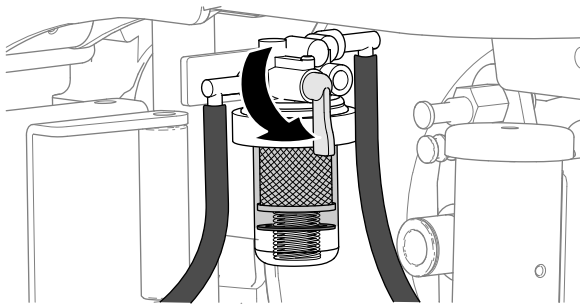

Bild 67
2. Wenn die Kraftstofffilterglocke Wasser enthält, drehen Sie den Kraftstoffhahn für den Kraftstoff/Wasserabscheider in die GESCHLOSSENE Stellung (Bild 67) und führen Sie die Schritte in Ablassen von Wasser aus der Kraftstofffilterglocke \(Seite 58\) durch.